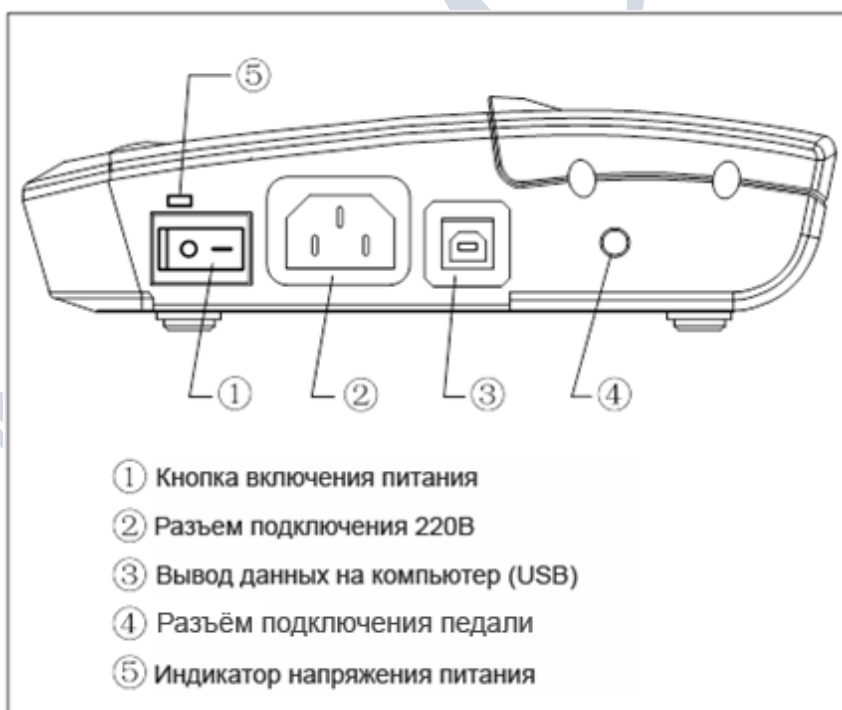

Рисунок 2-1 Подключение к источнику питания
Установите SP-2000 устройство на ровную поверхность. Подключите кабель питания ножной педали в гнездо на панели системы, обозначенное "Педали" (Рисунок 2-1). Разместите педаль на полу в удобном для вас месте.
2. Убедитесь, что загорелся зеленый индикатор питания на панели прибора (см Рисунок 2-1).